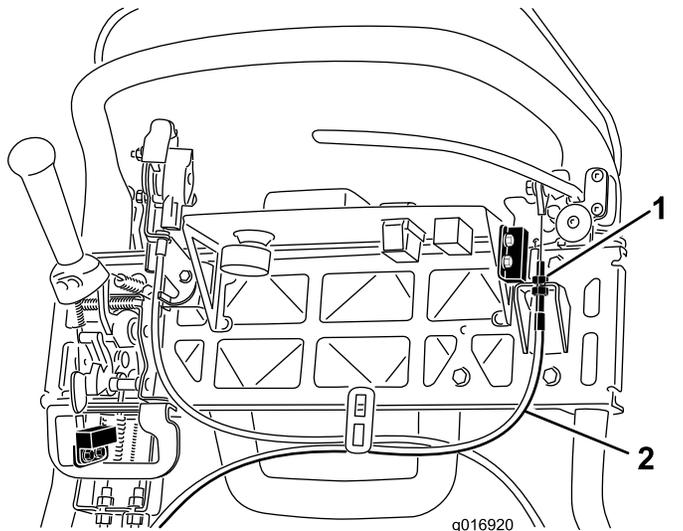

图 43
3. 要增加拉线的张力请拧松上部拉线锁紧螺母并拧紧下部拉线锁紧螺母图 43 直至为了松开手刹锁定装置需要对刹车制动杆手柄施加 156N 的力。